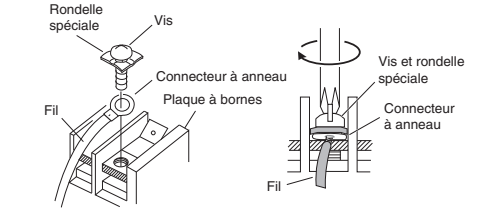

Fig. 3-57
- (4) Positionner le fil du connecteur à anneau puis remettre en place et serrer la vis à borne enlevée avec un tournevis. (Fig. 3-57)